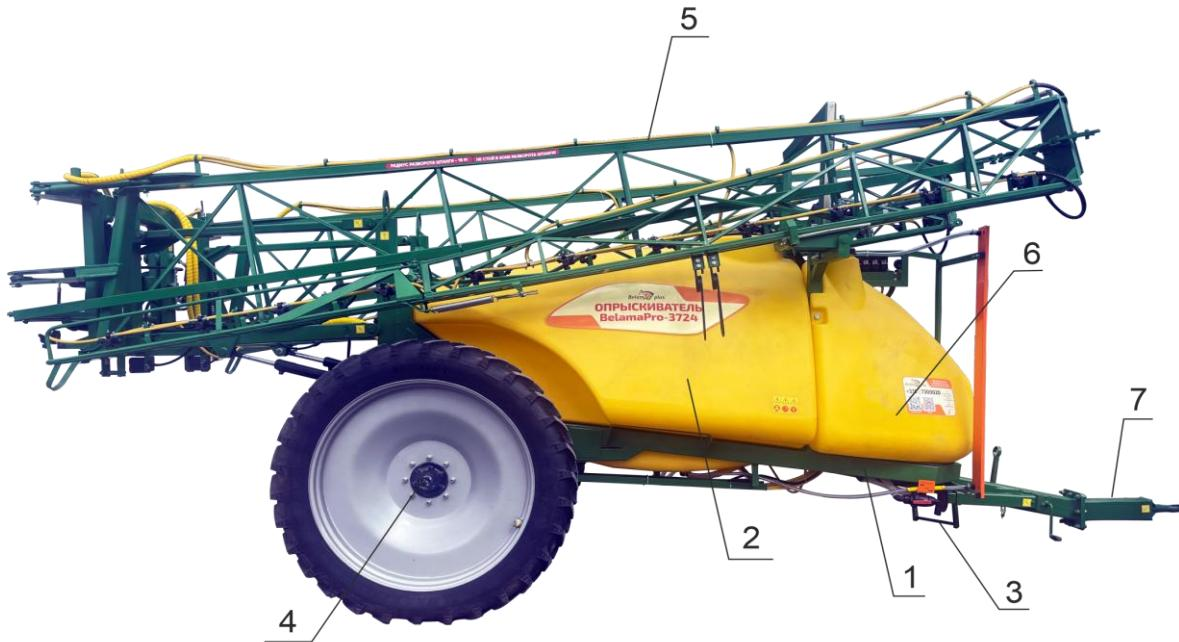

Рис. 1 Опрыскивателя BelamaPro-37
4.1. Рама опрыскивателя 1 (рис.1,2) представляет собой сварную конструкцию и служит основанием для монтажа основных узлов. На раме расположены кронштейны для крепления емкостей, миксера, насоса и фильтров.
Рама спереди имеет разборное дышло для соединения с прицепной системой трактора, страховочную цепь, а сбоку стойки (рис.1,2) для установки штанги в транспортное положение. К заднему брусу крепится механизм подъёма штанги параллелограммного типа для навешивания рамы качающейся штанги, подъём и опускание, которой осуществляется центральным гидроцилиндром.
4.4.3. На качающейся раме штанги закреплены гидроцилиндры раскладывания секций №1 штанги, которые разводят секции №1 штанги в рабочее или транспортное положение (Рис.1, 2, 3).
4.5. Основная емкость 3 и промывочная 2 (рис.1) изготовлены из полиэтилена, предназначены для приема и содержания рабочих жидкостей различного назначения. В верхней части баков расположены заливные горловины, в которых установлены фильтры, обеспечивающие первую ступень очистки раствора. Горловины плотно закрываются крышками, которые имеют специальный клапан или отверстие для компенсации разности давлений. В баках предусмотрены отверстия для забора жидкости, крепления гидромешалок и слива жидкости в бак.
Рисунок 1 - Внешний вид пульта блока управления. 1- тумблер изменения расхода жидкости в ручном режиме; 2-тумблер включения питания; 3- тумблер переключения режимов работы блока; 4-8- тумблера включения-отключения секций штанги; 9- тумблер управления главного клапана; 10- табло индикации; 11- кнопка задания нормы расхода; 12- кнопка Меньше; 13- кнопка Больше; 14- кнопка Ввод; 15- кнопка Сброс.